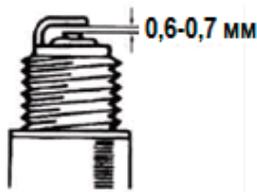

Рис. 12. Регулировка зазора в свече зажигания
8.8.4. Проверить зазор между электродами, который должен быть в пределах 0,6 – 0,7 мм, см. рис.12.